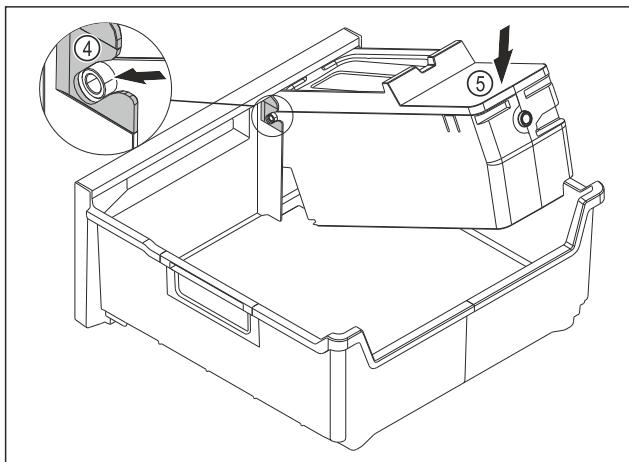

Fig. 134
- Встановіть корпус EasyTwist-Ice: Вставте осі корпусу EasyTwist-Ice в напрямні Fig. 134 (4).
- Натисніть на корпус EasyTwist-Ice Fig. 134 (5) ззаду вниз.